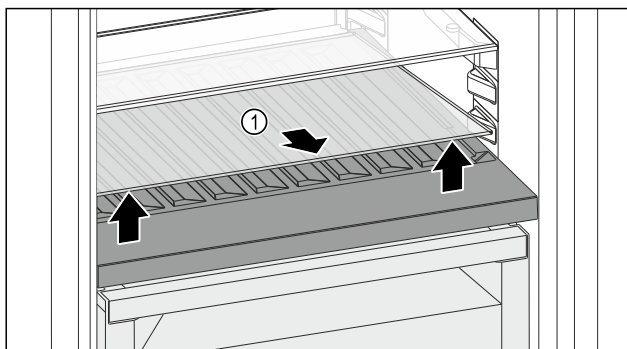

Fig. 184
- Ngrini lart përpara pllakën e xhamit Fig. 184 (1) te foleja dhe tërhiqeni jashtë.
- Ruani të sigurt pllakën e xhamit Fig. 184 (1) jashtë pajisjes.
- Vendoseni pllakën e xhamit (2) nën raftin mbajtës të ndryshueshëm të shisheve.